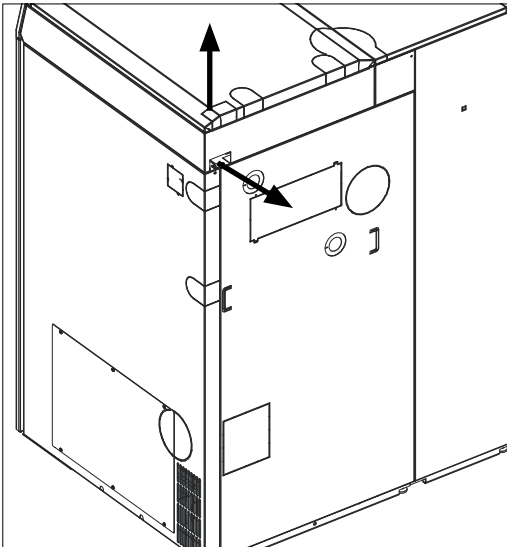

Fig. 141 Kabeldurchführungen in der Verkleidung – Ansicht von hinten
- Der Anschluss an die Anschlussleisten (schraubenlose Käfig-Federzugklemmen) soll mit feindrähtigen PVC-Schlauchleitungen erfolgen. Die Kabel können von oben und von hinten durch die vorgestanzten Durchführungen (Fig. 141) verlegt werden.